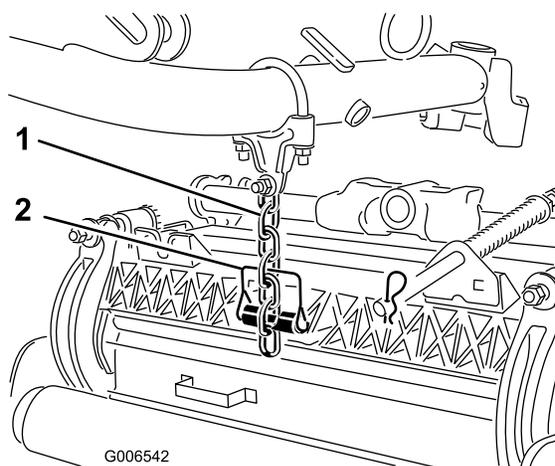

Figura 19
7. Fissate la catena del braccio di sollevamento alla staffa della catena dell'apparato di taglio (Figura 19) con il perno di ritenuta, come indicato di seguito: